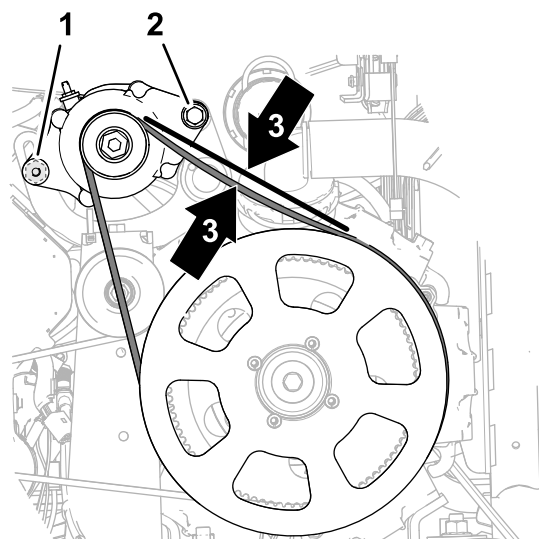

Figura 184
4. Ruotate l'alternatore (Figura 184) verso l'alto per aumentare la tensione sulla cinghia fino a misurare 9,5 mm di flessione della cinghia quando applicate 4,5 kg a metà tra la puleggia dell'alternatore e la puleggia motrice di 279 mm.